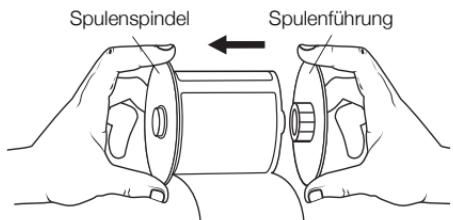

Abbildung 26
- 4 Halten Sie die Spulenspindel in Ihrer linken Hand und setzen Sie die Etikettenrolle so auf die Spindel, dass die Etiketten von der Unterseite zugeführt werden und die linke Kante der Etikettenrolle bündig mit der Seite der Spule abschließt. Siehe Abbildung 26.